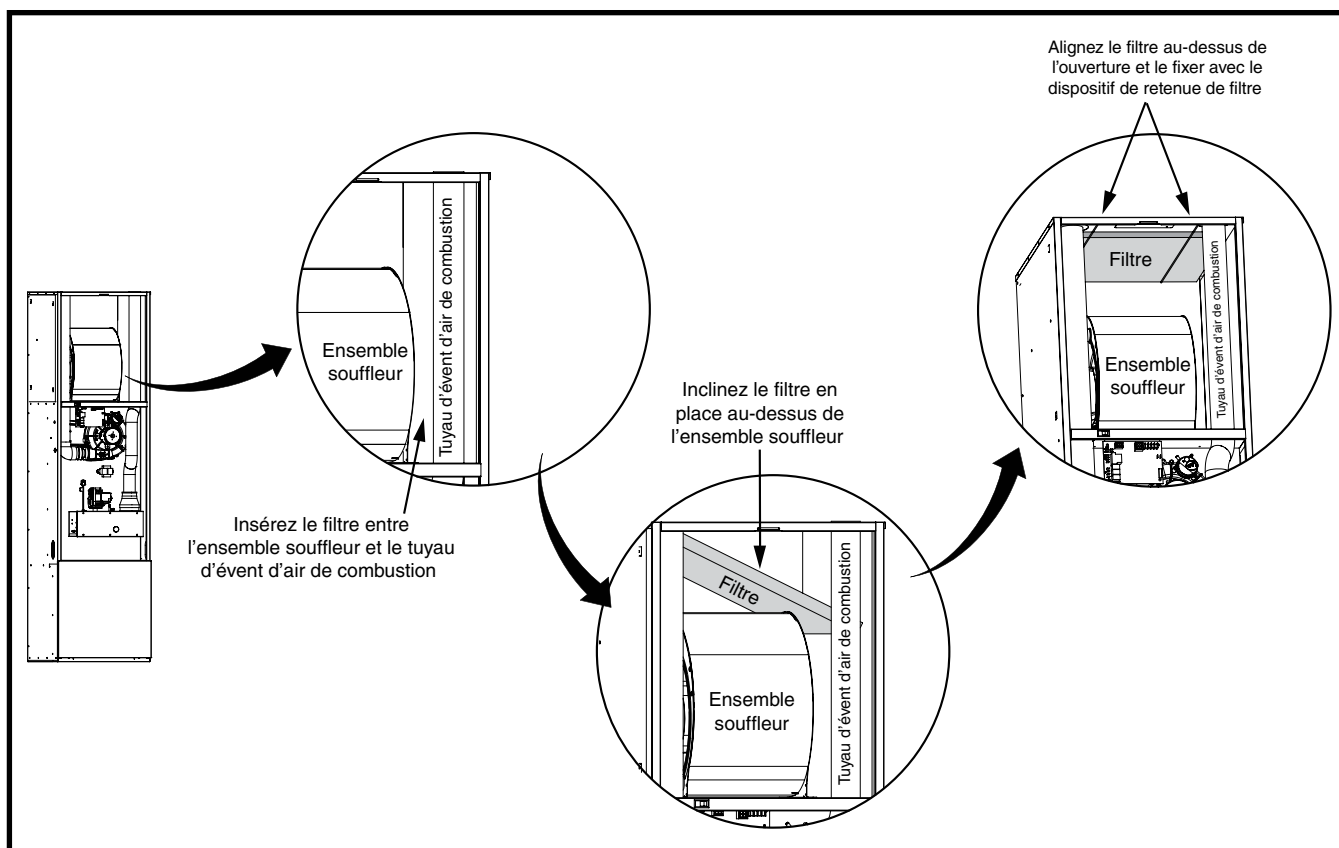

Figure 7. Installation du filtre
1. Glissez le filtre de 46 cm x 46 cm x 2,5 cm dans l'espace entre le tuyau d'air de combustion et l'ensemble souffleur. Voyez la Figure 7 \(page 13\). **REMARQUE :** Assurez-vous que les flèches de circulation d'air du filtre pointent vers l'ensemble souffleur.
4. Alignez uniformément le filtre au-dessus de l'ouverture au haut de l'armoire de la fournaise, puis placez l'autre extrémité du dispositif de retenue de filtre au-dessus du rebord dans le panneau supérieur de la fournaise. **REMARQUE :** Pour bien fixer le filtre, assurez-vous que le dispositif de retenue de filtre est bien positionné dans le panneau supérieur de la fournaise. Il ne doit y avoir aucun espace d'air visible. Le dispositif de retenue peut glisser légèrement vers la gauche ou la droite, mais il ne doit y avoir aucun mouvement de l'avant à l'arrière. Voyez la Figure 7.